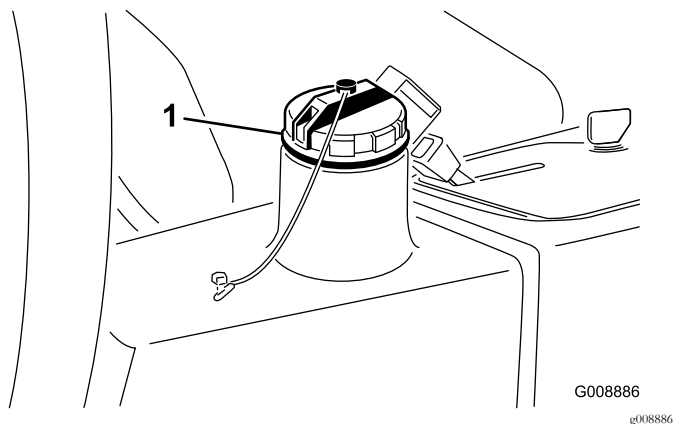

Figura 76
4. Riempite il serbatoio idraulico (Figura 76) con circa 13,2 litri di fluido idraulico; vedere Verifica dell'impianto idraulico (pagina 31).